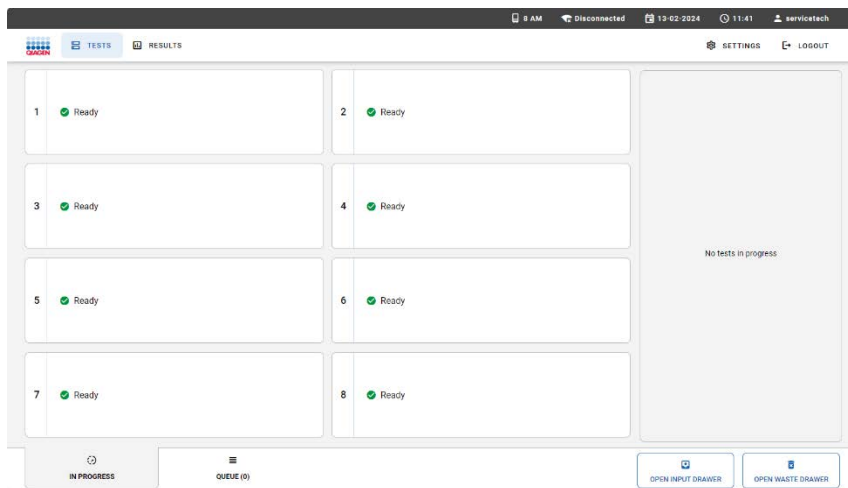

Abbildung 11. Haupttestbildschirm.
1. Drücken Sie die Schaltfläche **OPEN WASTE DRAWER** (ABFALLSCHUBLADE ÖFFNEN) unten rechts im Haupttestbildschirm (Abbildung 11) und entfernen Sie Kartuschen aus vorherigen Läufen. Überprüfen Sie die Abfallschublade auf möglicherweise verschüttete Flüssigkeiten. Reinigen Sie gegebenenfalls die Abfallschublade wie im Abschnitt 8 Wartung beschrieben.
3. Drücken die Schaltfläche **OPEN INPUT DRAWER** (ZUFUHRSCHUBLADE ÖFFNEN) unten rechts im Haupttestbildschirm (Abbildung 11).